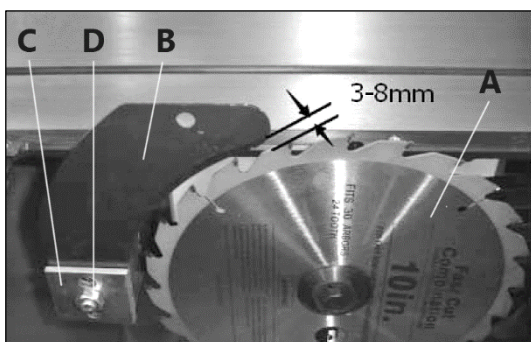

Рисунок 17.
Центральный болт **Д** находится в горизонтальном пазу, поэтому расклинивающий нож можно передвигать ближе или дальше от пильного диска (рис. 17, 21, 22).
- Расположите расклинивающий нож на расстоянии примерно 3-8 мм (рис. 17) от ближайшего зуба пильного диска.